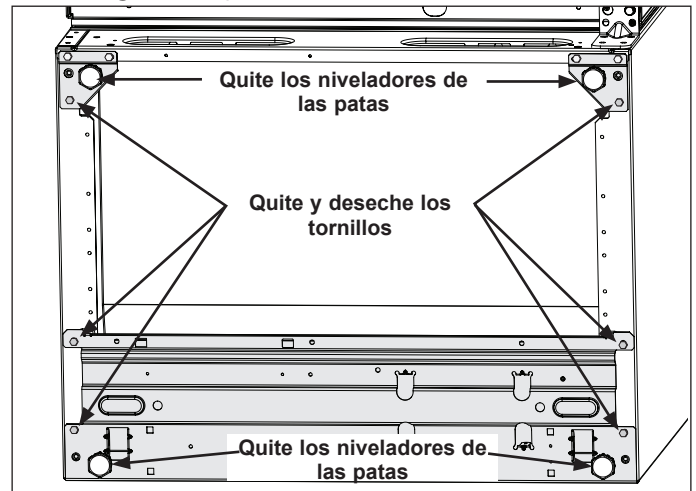

Figura 3
- b. Quite los (3) tornillos de cada lado y deséchelos. (Consulte la Figura 3).